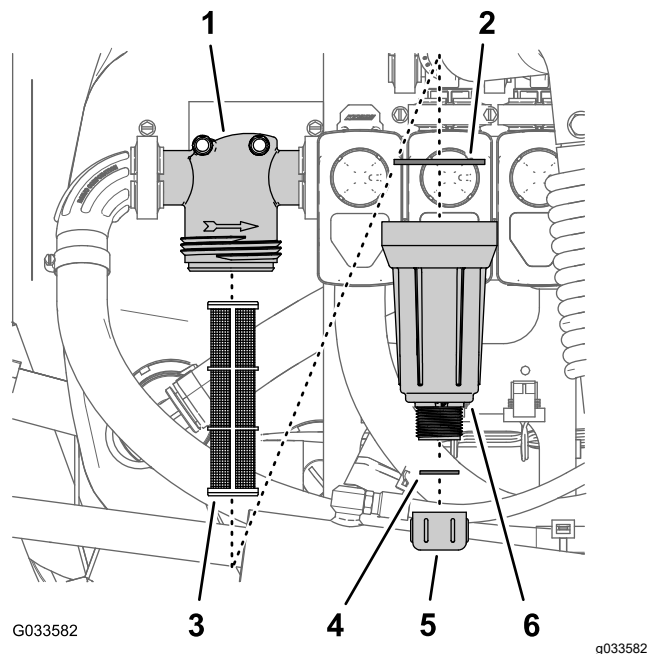

Figura 96
2. Coloque un recipiente de drenaje debajo del filtro de presión (Figura 96).
3. Gire el tapón de vaciado en sentido antihorario y retírelo de la cubeta del filtro de presión (Figura 96).
4. Gire la cubeta en sentido antihorario y retire la cabeza del filtro (Figura 96).
5. Retire el elemento del filtro de presión (Figura 96).
7. Inspeccione la junta del tapón de vaciado (situada dentro de la cubeta) y la junta de la cubeta (situada dentro de la cabeza del filtro) en busca de daños o desgaste (Figura 96).
8. Instale el elemento del filtro de presión en la cabeza del filtro (Figura 96).
9. Instale la cubeta en la cabeza del filtro y apriétela a mano (Figura 96).
10. Coloque el tapón de vaciado en el acoplamiento inferior de la cubeta, y apriete el tapón a mano (Figura 96).